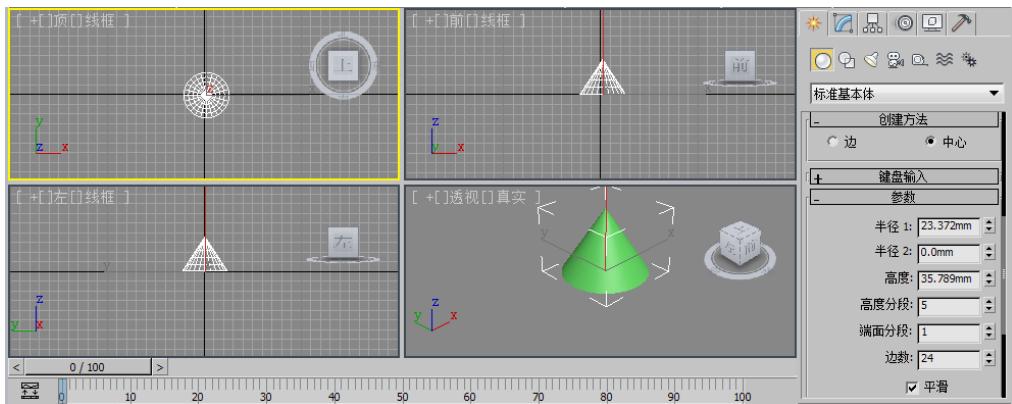

图3-14
- 04 单击鼠标左键，完成圆锥体的创建，其创建效果与参数面板如图3-14所示。